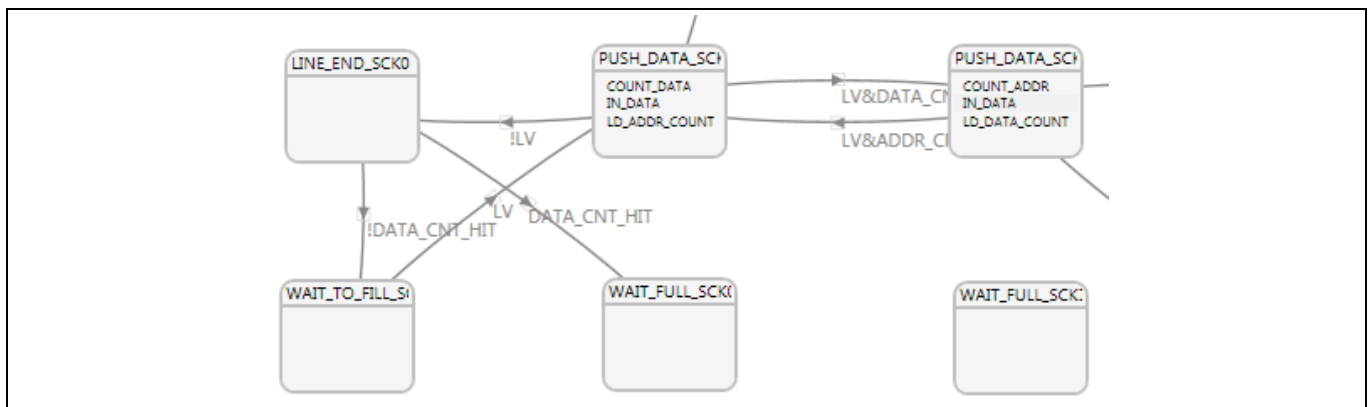

Figure 36 WAIT_FULL ステートを追加
35. 「DATA_CNT_HIT」 方程式を使って 「LINE_END_SCK0」 ステートから 「WAIT_FULL_SCK0_NEXT_SCK1」 ステートへの遷移を作成します。ステートマシンのこの部分を **Figure 36** に示します。